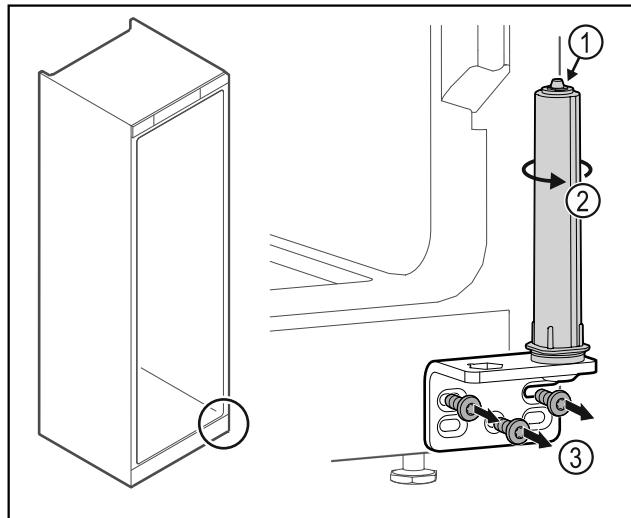

Fig. 35
- ▶ Ne rastavljajte sustav zatvaranja vrata Fig. 35 (1).
- ▶ Okrećite sustav zatvaranja Fig. 35 (2) dok ne klikne.
- ▶ Odvignite kutne šarke Fig. 35 (3).